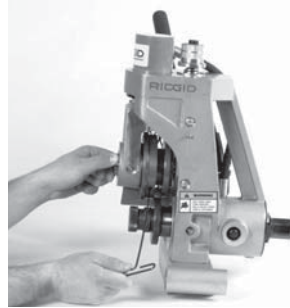
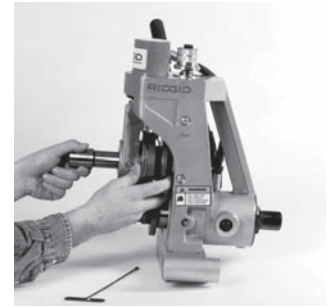

Рисунок 17 – Ослабление установочного винта накаточного ролика
Рисунок 18 – Снятие удерживающего вала и накаточного ролика
- Ослабьте установочный винт накаточного ролика (рисунок 17). Возьмитесь за накаточный ролик и снимите верхний вал и накаточный ролик с желобонакатчика (рисунок 18).